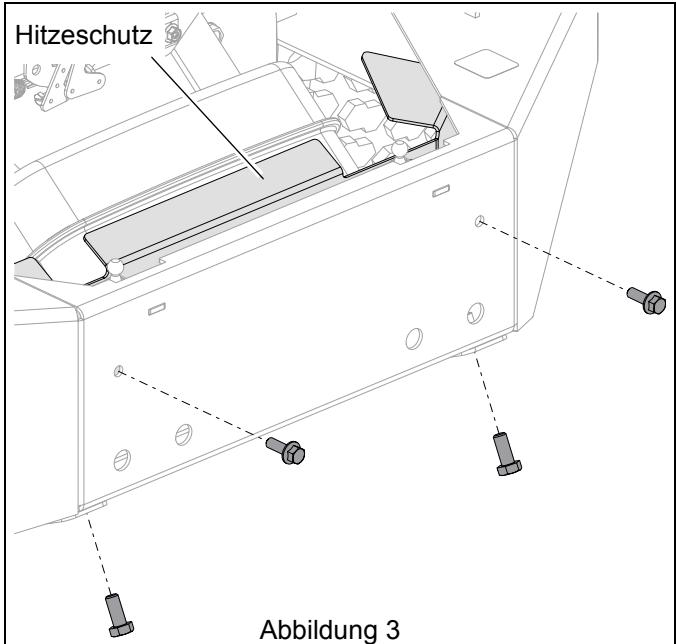

Abbildung 3
3. Align hitch plate (item 1) with holes in bumper.
4. Position hitch brace (item 2) against bumper interior and align with hitch plate. Secure with four 1/2" x 1 1/2" hex bolts (item 6), four 33/64" x 2" x 7/64" flat steel washers (item 3) and four 1/2" nyloc locking nuts (item 5).
5. Reinstall heat guard and secure with original hardware. See Figure 3.
2. Befestigungsteile des Hitzeschutzes entfernen und den Hitzeschutz abnehmen. Siehe Abbildung 3.
5. Hitzeschutz wieder anbringen und mit den ursprünglichen Befestigungsteilen befestigen. Siehe Abbildung 3.